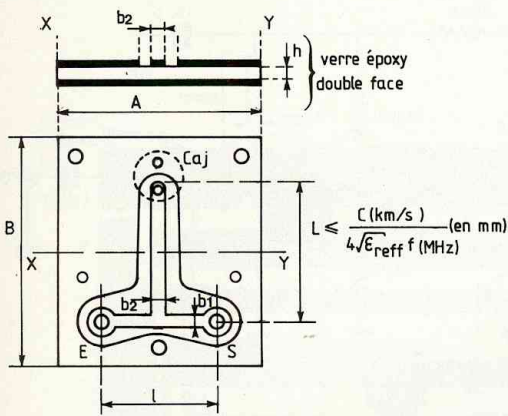
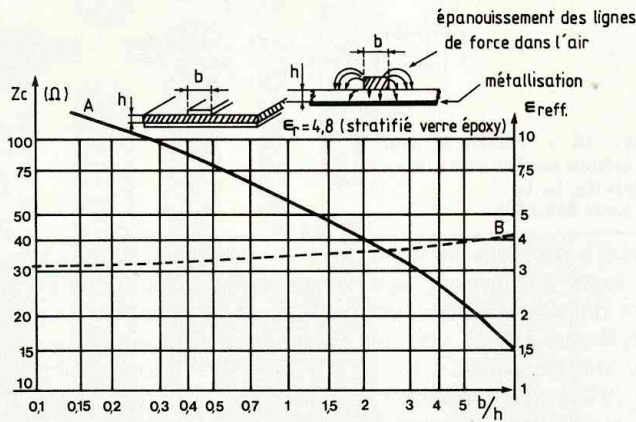

Fig. 6 : Réjecteur à microligné imprimée.
Fig. 9 : Courbe de l'impédance caractéristique et de la permittivité efficace d'un micro-ruban déposé sur du verre époxy.
La ligne se présente sous la forme d'un ruban de largeur (b) déposé sur un substrat en verre époxy d'épaisseur (h). L'autre face du substrat est métallisée (cuivrée et même parfois dorée !) et l'entourage du ruban également : voir figure 6, les dimensions de la plaquette. La longueur (L) du ruban dépend évidemment de la fréquence à rejeter, ce ruban peut être assez long dans les fréquences inférieures de la bande IV :
Fig. 8 : Pertes en ligne d'un micro-ruban doré déposé sur un matériau de permittivité unitaire. Les pertes totales dépendent de la permittivité efficace ϵ_{reff} (voir figure 9).
et qui fait appel encore à la permittivité efficace du matériau ; compte-tenu de l'épanouissement des lignes de force dans l'air, ce phénomène de dispersion réduit quelque peu ϵ_r , comme le préconise la courbe B de la figure 9.
La figure 9 nous donne pour cela :
Chaque bout de ligne b_1 est usiné pour recevoir soit des tronçons de câble, soit des connecteurs mâle-femelle (figure 6). La longueur «l» séparant les bornes E/S est en principe, quelconque mais il paraît judicieux de faire $l \geq 10b_2$, l'expérience justifiant ce compromis. La largeur b_2 de la ligne centrale sera assez large de telle sorte que la résistance superficielle (effet de «peau») soit assez faible ; $b_2 > 1 \text{ mm}$ convient (voir figure 8) et nous choisirons $b_2 = h = 2,4 \text{ mm}$. Dans ce cas $Z_c = 60 \Omega$ ce qui s'avère encore assez élevé et $\epsilon_{reff} = 3,5$ (voir figure 9). Il faut ici ajouter un commentaire : l'impédance caractéristique Z_c n'a aucune importance si ce n'est d'obtenir la valeur la plus forte possible afin de rendre inopérante l'action de la ligne en dehors de la réjection. Il n'est toutefois pas possible de faire mieux avec cette technologie :